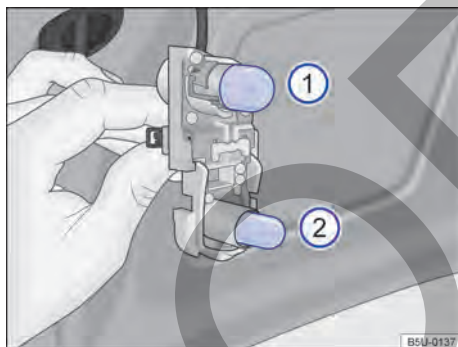

Fig. 115 En el soporte de las lámparas: ubicación de las lámparas.
5. Para remover la lámpara incandescente quemada ① → fig. 115, presionar la lámpara contra el soporte y girar, al mismo tiempo, en el sentido antihorario.
6. Para remover la lámpara incandescente quemada ② → fig. 115, tirar de la lámpara del soporte para removerla.
8. Para insertar la lámpara nueva ① en el soporte, presionar la lámpara y girar, al mismo tiempo, en el sentido horario, hasta el batiente.
9. Para insertar la lámpara nueva ② en el soporte, encajar y empujar la lámpara en el soporte.
La ubicación e identificación de las lámparas incandescentes → fig. 115 están relacionadas a continuación: